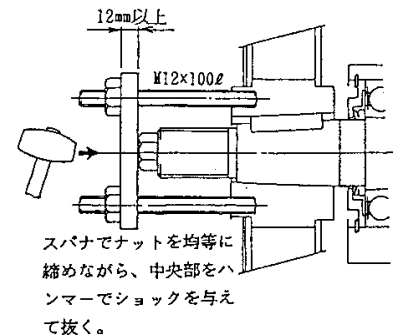

図 9-8
9.3.6 ベアリングケース(図 9-8,9,10)
- ・ ドラムに M12 のタップ穴がありますので右図の要領でドラムを取り外してください。(図 9-8)